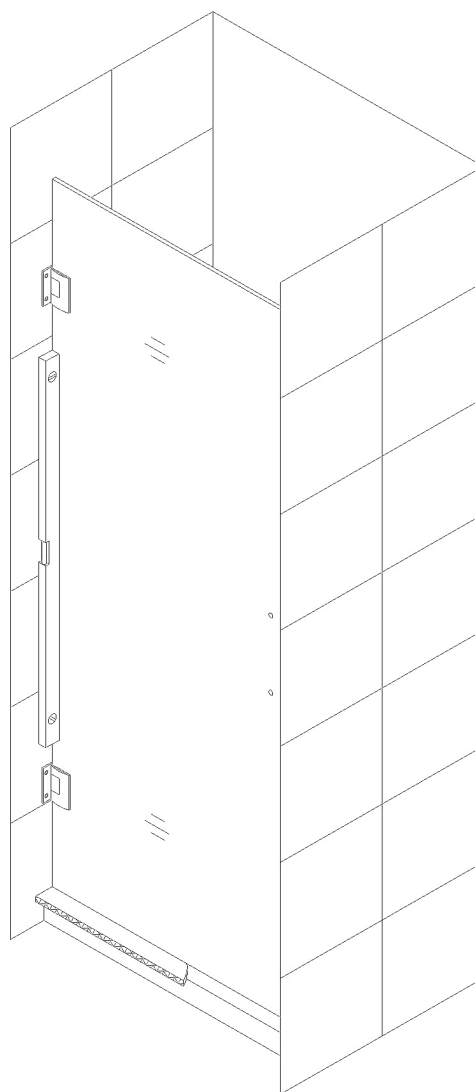
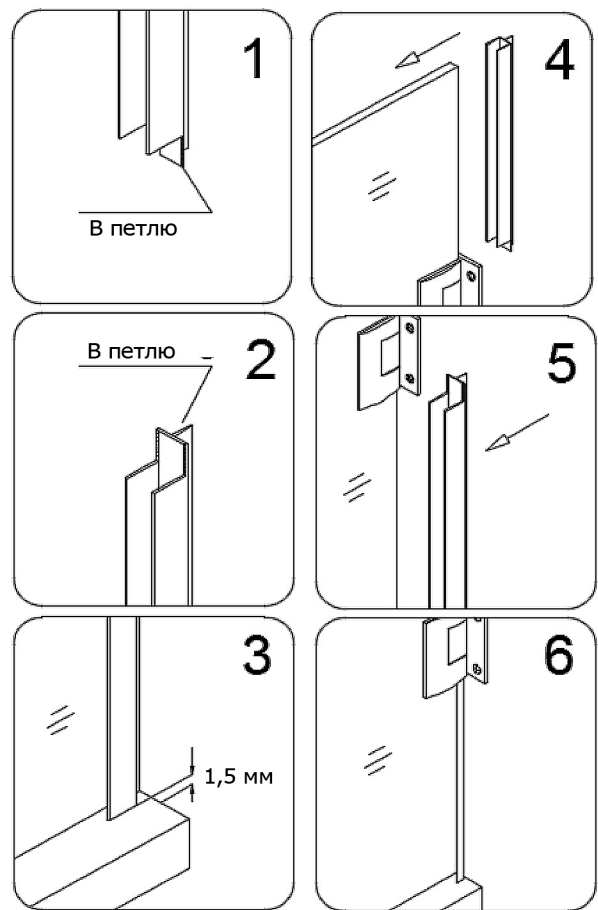

Рис. 2
Рис. 4
- 2) Поместите плоский деревянный брусок (1,5 см толщиной) на основании душевого уголка или душевого поддона. Поместите стеклянную дверь на деревянный брусок, и проверьте уровнем. См. рис.2.
- 3) Удерживайте дверь на месте и отверстия для обеих петель (05) на стене. Просверлите отверстия сверлом, вставьте дюбели (03) в стену, прикрепите петли к стене двумя винтами ST5 × 70 (04). См. Рис.
- 4) Разрежьте боковую полосу (6) на три секции в соответствии с мерками кромки стекла на стороне петель, и прижмите полосы по краям стеклянной двери (01), рис. 4. Прикрепите нижнюю водозащитную полосу (07) к стеклянной двери, см.